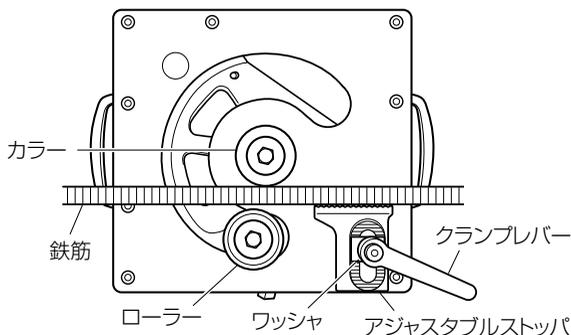

図 6
- (1) 曲げる鉄筋径に合わせ、カラー、ローラーを選び、センター軸、ローラー軸に各々取り付けます。
- (2) アングルセッターを希望の角度にセットします。
- (3) 鉄筋を図 6 のようにカラーとローラーの間に入れ、鉄筋がまっすぐになるようクランプレバーを左へ回してゆるめ、アジャスタブルストップを調整します。アジャスタブルストップとワッシャの山と谷を合わせクランプレバーを右へ回し、十分に締付け固定してください。